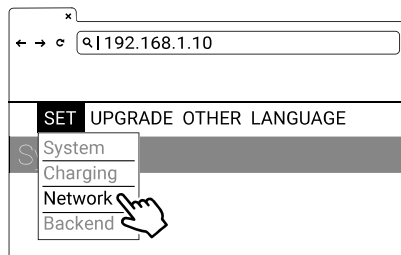

Abbildung 4-4. Menü EINSTELLUNGEN
- 1) Wählen Sie "Network". Siehe nachfolgende Abbildung 4-4.